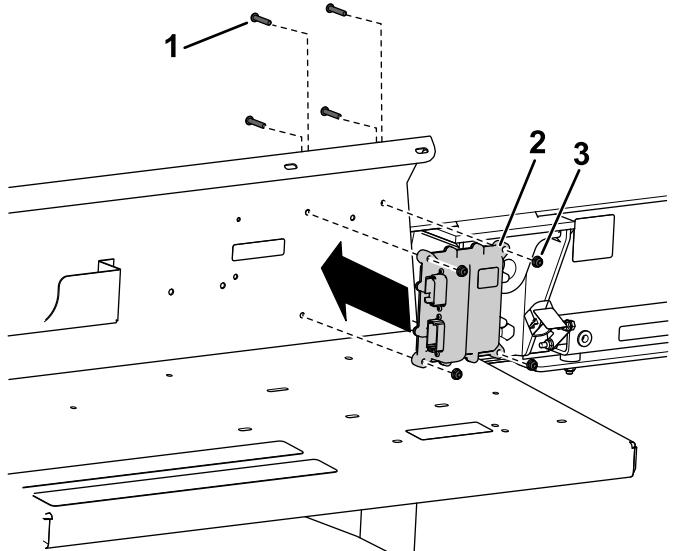

图6
3. 如图6所示用4个平头螺丝 $\frac{1}{4} \times 1\frac{1}{4}$ 英寸和4个螺母 $\frac{1}{4}$ 英寸将控制器安装到挡泥板罩上。
重要事项 确保按照正确的方向安装螺丝请参阅图6。如果螺丝的安装方向错误料斗放低时会碰到它们。